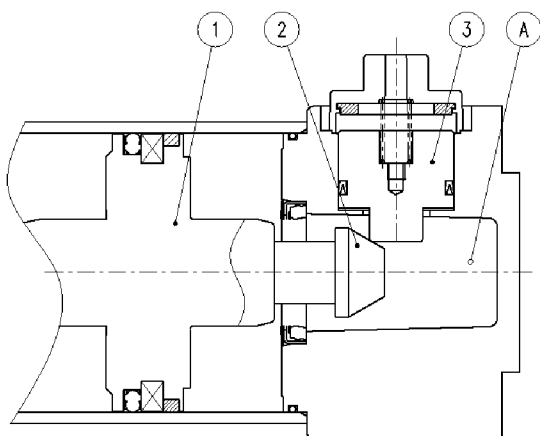

図 1
- (a) シリンダのピストン①がストロークエンドに近づくと、ストップピストン③はスリーブ②の斜面にそって押し上げられます。(図1)